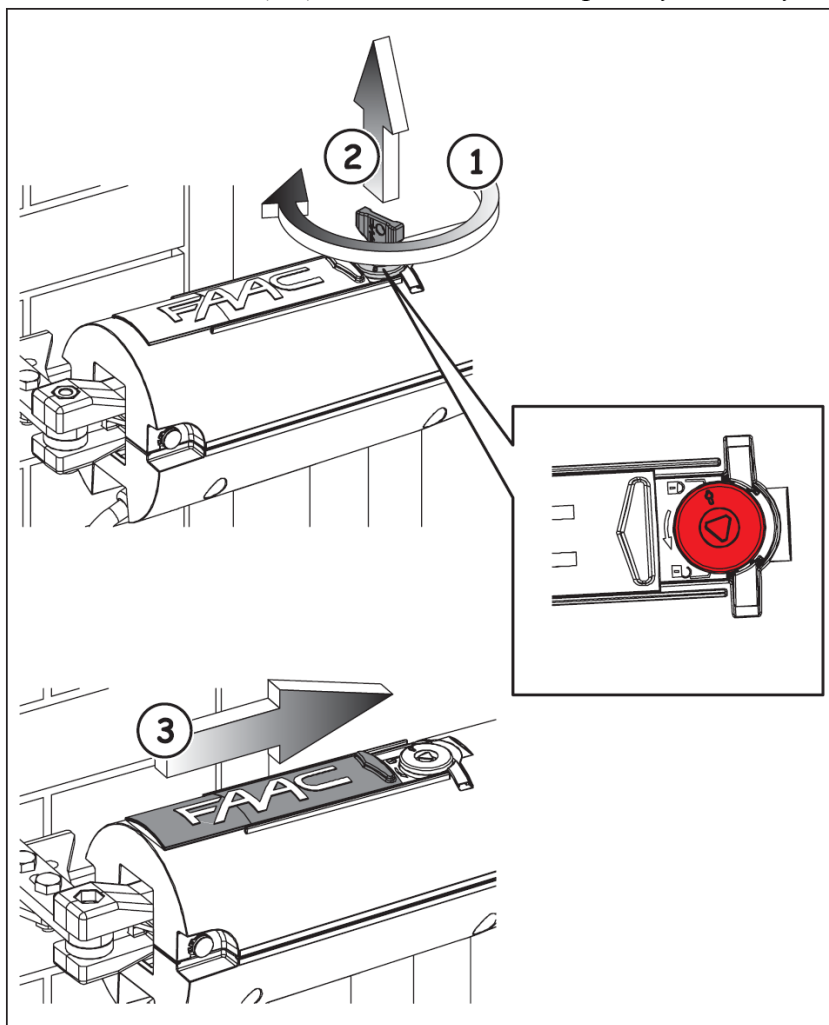

Рис. 24
2. Повернуть ключ разъединения по часовой стрелке до упора, рис. 24, № 1, и вынуть его, рис. 24, № 2. Закрытое положение обозначается закрытым замком.
3. Задвинуть защитную крышку, рис. 24, № 3.